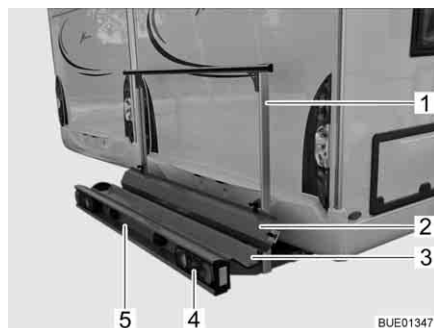
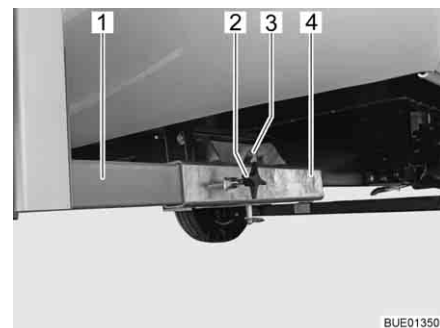

Bild 8 Lasthållare
Bild 9 Fäste på fordonet
Lasthållaren (Bild 8) är avsedd för en motorcykel eller en moped med en vikt på upp till 130 kg.
- Bärplatta (Bild 8,3) och hållbygel (Bild 8,1) med fäste på fordonet (Bild 9)
- Bakljus (Bild 8,4)
- Nummerplåtsbelysning (Bild 8,5)
- Uppkörningsskena (Bild 8,2)
Lasthållarens två längsgående balkar (Bild 9,1) fixeras med vingskruvar (Bild 9,2) i fyrkantfästena (Bild 9,4) i fordonsgolvet. Lasthållaren säkras med en sprint (Bild 9,3) med låsring.